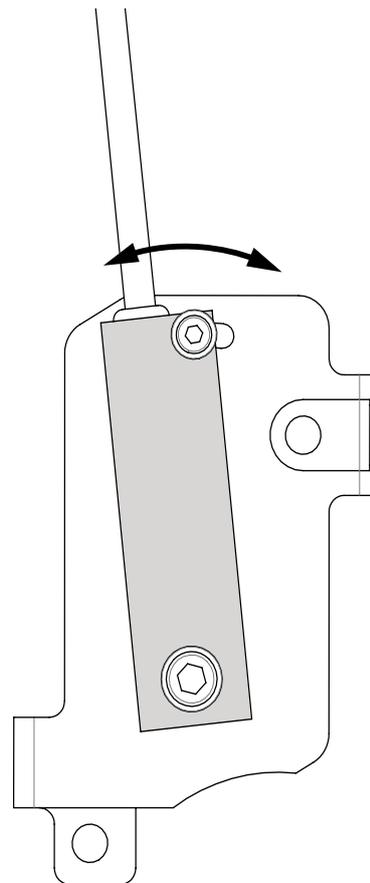

Figura 39. Ajuste del sensor de ángulo.
2. A menos que el ángulo sea de -10 grados. Afloje los dos tornillos que sujetan el sensor de ángulo IFM sin retirarlos. Consulte Figura 39.
3. Ajuste el sensor de ángulo y apriete los tornillos. Consulte Figura 39. Repita los puntos 1 a 3 hasta que la plataforma se detenga a -10 grados.